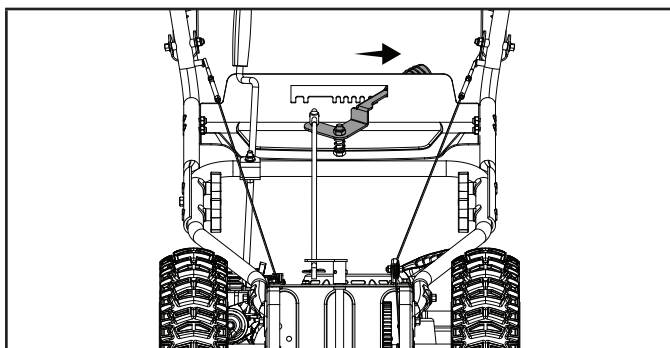
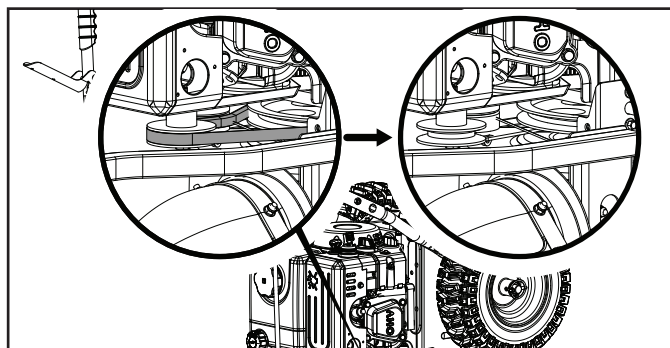

Figure 26A
Figure 26B
6. Faites glisser la poignée de réglage de la vitesse vers la droite (figure 26A) et retirez la courroie lâche en la coupant ou toute courroie restante pièces si la courroie est déjà cassée (figure 26B). Si vous coupez la courroie, faites attention au bras et à la poulie de tension comme ils sont à ressort et pourraient causer des blessures lorsque la courroie est coupée.